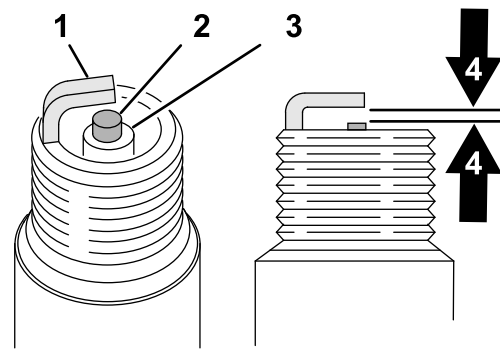

Figura 154
1. Veja a parte central de ambas as velas de ignição (Figura 154). Se verificar uma cobertura castanha ou cinzenta no isolante, o motor está a funcionar corretamente. Uma cobertura preta no isolante indica que o filtro de ar está sujo.